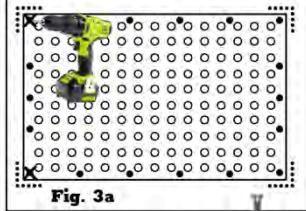
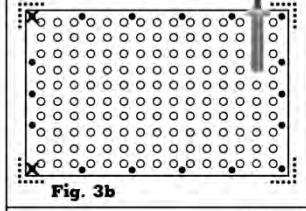

Fig. 3a
Fig. 3b
4. Place tile in marked location. Using a 1/4" masonry bit, drill 2" minimum deep holes (Fig. 3a) and insert 2 drive pin fasteners. (Fig. 3b) **NOTE:** Do not drive pins in yet as they are to keep tile in place while drilling remaining holes.
4. Ponga la baldosa en su ubicación marcada. Con una broca para mampostería de  $\frac{1}{4}$ ", haga hoyos de un mínimo de 2" (Fig. 3a) e inserte dos pasadores de impulsión. (Fig. 3b) **NOTA:** No insertar los pasadores todavía ya que sirven para mantener la baldosa en su lugar mientras haga los demás hoyos.